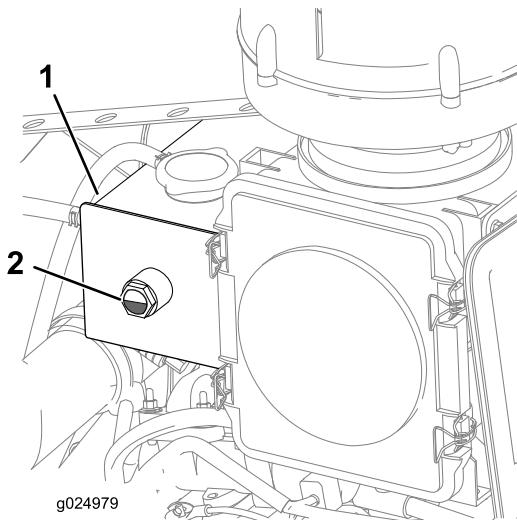

Figura 25
4. Verifique o nível de líquido de arrefecimento no reservatório (Figura 25).
Nota: Garanta que o nível de líquido de arrefecimento esteja entre 1/4 e 3/4 do visor de nível (Figura 25).